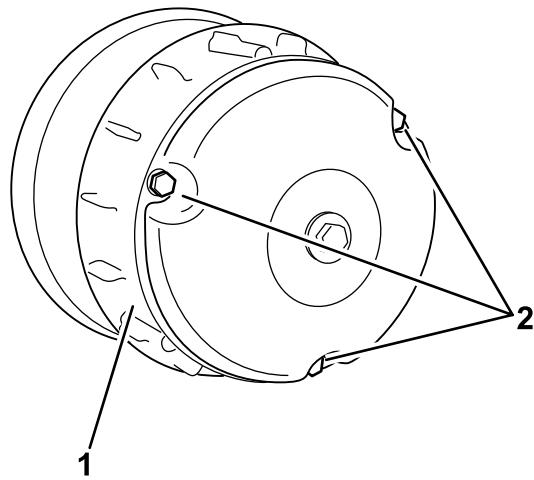

Figura 61
2. Retire os 3 parafusos que fixam a tampa à embraiagem e retire a tampa (Figura 61).
4. Coloque a tampa da embraiagem e fixe-a com os três parafusos (Figura 61) que retirou em 2.